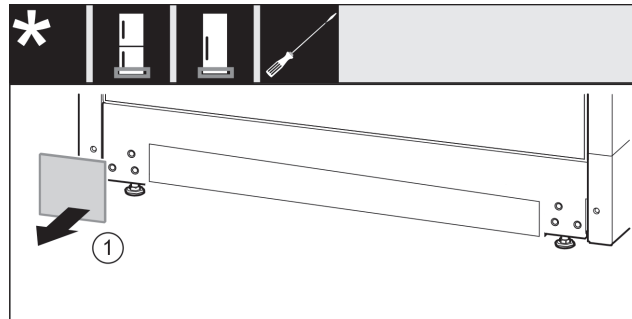

Fig. 17
- ▶ Vegye le a fedelet Fig. 17 (1).